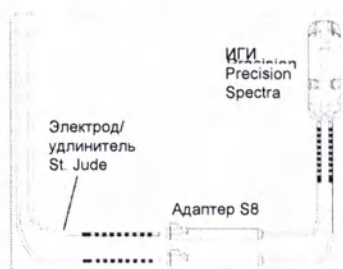

Рисунок 3. Подключение адаптеров Precision S8 к электроду и ИГИ
8. Используйте один адаптер Precision S8 для каждого окончания 8-контактного электрода St. Jude (Abbott) (Рисунок 3).